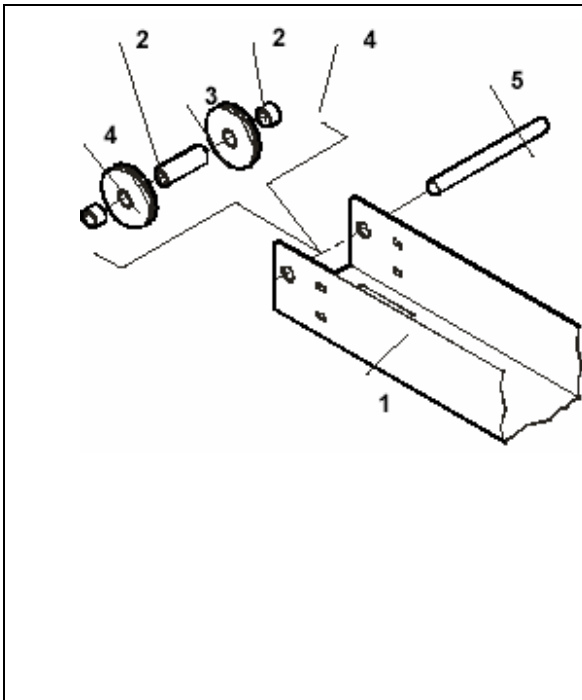

Рис. 39.
10. Установите два шкива (2), с одним длинным стержнем (3), двумя короткими стержнями (4) и одним штырем (5) в каждом конце верхней балки (поз. 1, см. Рис. 39).